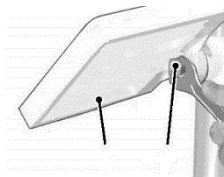

Рисунок 3
• Відпустіть шестигранний гвинт (дивіться рисунок 3), щоб послабити фіксацію та повернути стіл на необхідний кут.